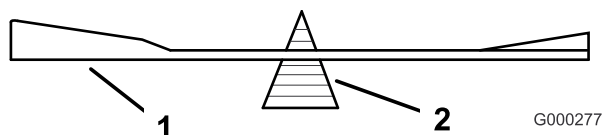
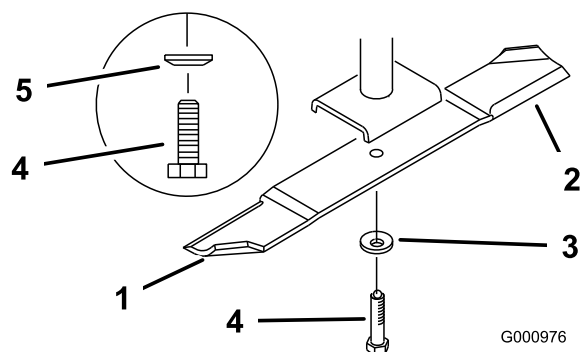

Figure 81
Figure 82
2. Retirez le boulon, la rondelle élastique et la lame de l'axe (Figure 82).
2. Vérifiez l'équilibre de la lame en la plaçant sur un équilibreur (Figure 81). Si la lame reste horizontale, elle est équilibrée et peut être utilisée. Si la lame est déséquilibrée, limez un peu l'extrémité de la partie incurvée seulement (Figure 82). Répétez la procédure jusqu'à ce que la lame soit équilibrée.
1. Placez la lame sur l'axe (Figure 82).
2. Installez la rondelle élastique et le boulon de la lame. Le cône de la rondelle élastique doit être dirigé vers la tête du boulon (Figure 82). Serrez le boulon à 115–150 Nm (85–110 pi-lb).